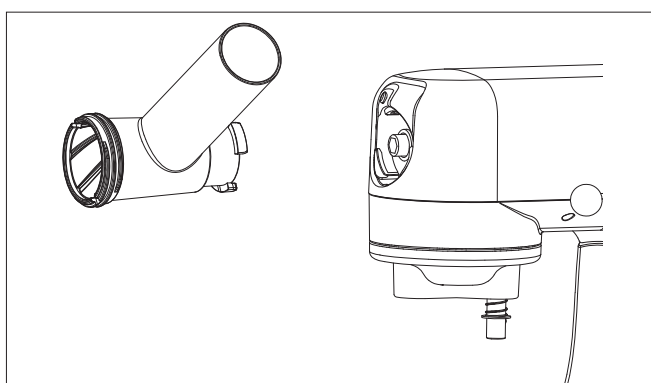

Fig. 14 – Monter le boîtier de la vis sans fin
4. Insérez le corps de la vis sans fin dans le raccord du hachoir (voir Fig. 14).